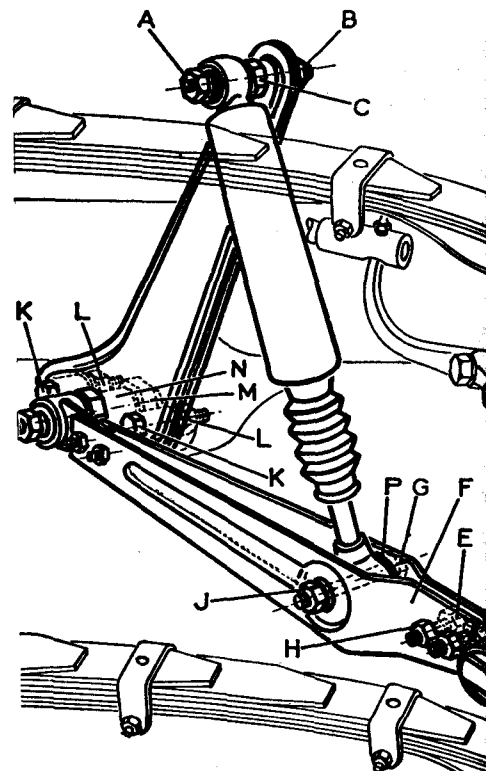

Fig. 1. — Montage d'un amortisseur De Carbon à l'avant
Rattrapage hydraulique du jeu des soupapes (RJH) modifié afin d'obtenir un plus grand silence de fonctionnement du moteur au ralenti (fig. 1). Soupapes en acier austénitique.
Fig. 1. — Le nouveau RJH (rattrapage de jeu hydraulique) aux lignes de fuite allongées supprime le bruit des culbuteurs et procure le silence de la distribution. L'huile arrivant par la canalisation (C) et la bille clapet (A) maintient constamment sous pression la chambre de retenue du pivot (D) en prenant appui sur l'écrou (B). Le culbuteur maintenu ainsi sans jeu par le pivot, peut attaquer et repouser la soupape sans aucun bruit.
Déposer l'écrou (A), avec ses rondelles Grower et plates, puis desserrer l'écrou (B) (fig. 1).